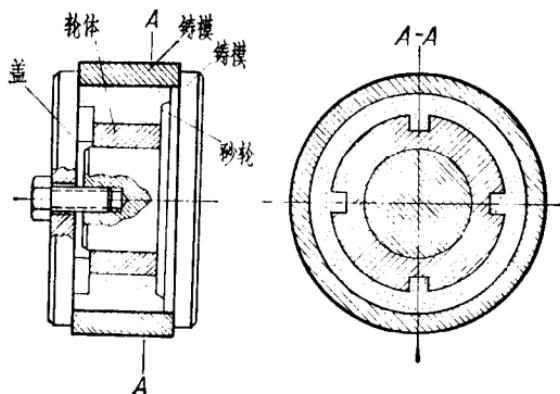

图 5 砂轮浇铸模具
2. 加热铸模: 模具见图 5。把模具加热到 50~70°C。加热后在其工作面涂上脱模剂(如聚乙烯醇或石蜡), 然后保温, 准备浇铸。